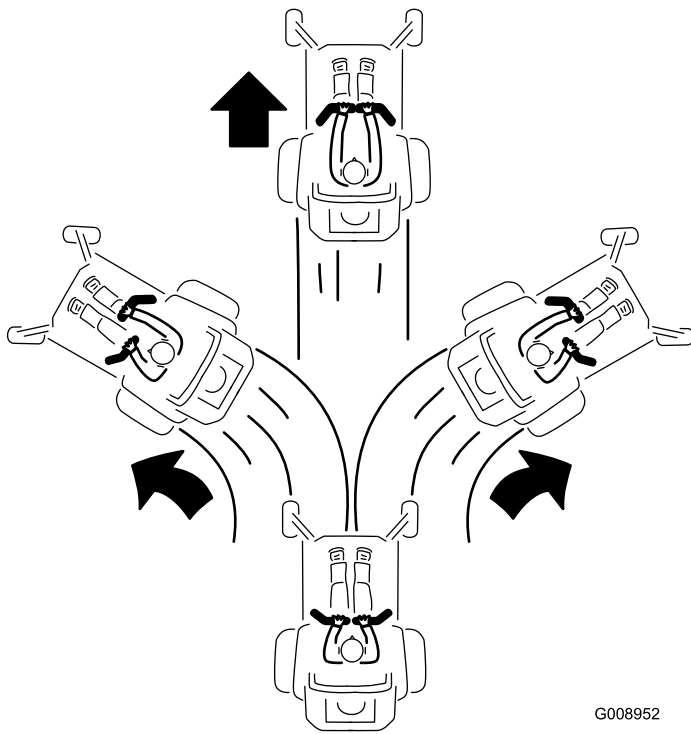

Bild 21
3. Drücken Sie die Fahrtriebshebel langsam nach vorne, um vorwärtszufahren (Bild 21).